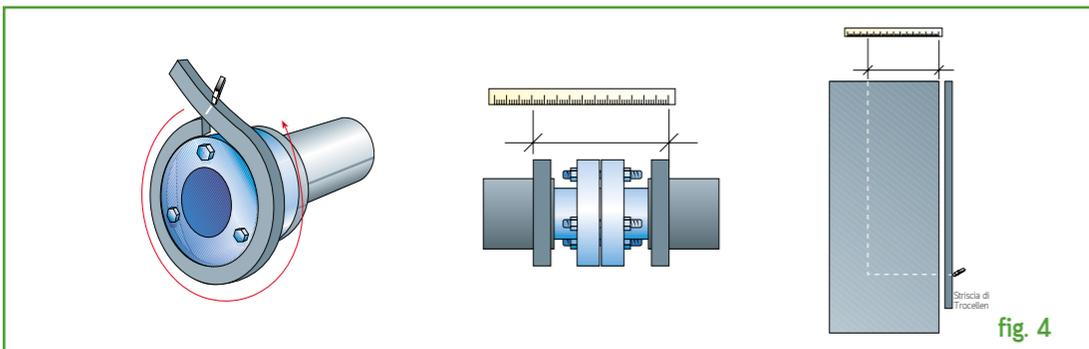

fig. 4
- 4) Spalmare la colla sulle parti da unire e accostarle con pressione adeguata, ottenendo così la diramazione a "T". (**fig 4**)
Con una striscia di TROCELLEN dello stesso spessore, misurare la circonferenza degli anelli montati e poi la distanza tra i due anelli, compreso lo spessore dell'isolante. Riportare le due misure su una lastra TROCELLEN e tracciare lo sviluppo del rivestimento trasversale della flangia. (fig 4)
- Materiale isolante non adesivo: seguire le operazioni di incollaggio come descritte nella sezione precedente dei canali circolari. Per entrambe le versioni, stendere la colla Matiblock sui lembi del materiale che andrà a congiungersi. (fig. 4)